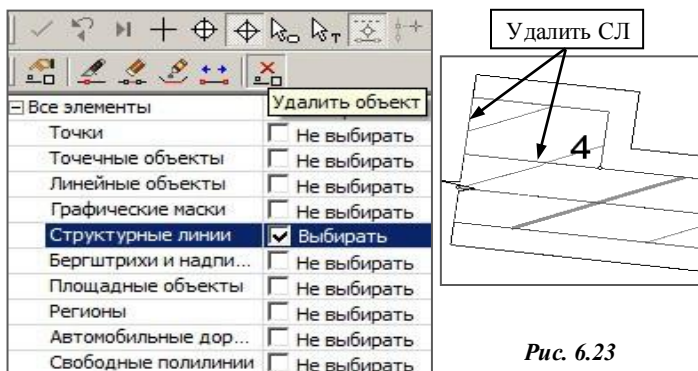

Рис. 6.23
8. Во избежание некорректности удалите отрезки СЛ на стыке проезжей части и площадки (рис. 6.23).
- В окне параметров можно включить фильтр на выбор только СЛ, затем указать курсором удаляемые СЛ (рис. 6.23).
9. Объедините СЛ по правой кромке и СЛ по границе площадки – перейдите на метод **Объединить маски**  (рис. 6.23), используйте фильтр для выбора только СЛ и укажите СЛ для объединения.